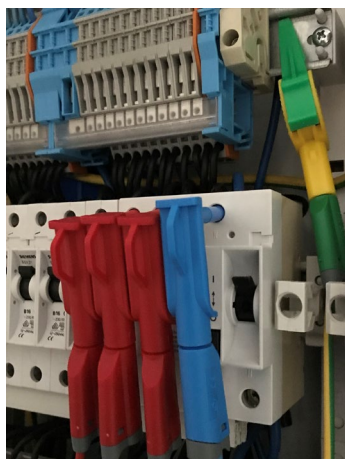

Abbildung 5: Beispielanschluss Spannungspfad
7. Anschluss der Krokodilklemme an PE Schiene und der blauen Magnetspitze an einen Neutralleiter, z.B. die Schrauben eines Sicherungsautomaten (Abb. 5)
8. Anschluss der Magnetspitzen an den Spannungspfad, z.B. die Schrauben eines Sicherungsautomaten (Abb. 5). **Achten Sie darauf, dass die jeweilige Spule bzw. der jeweilige Klappwandler zur Phase des Spannungspfad passt (Spule bzw. der Klappwandler L1 zu Phase L1 usw.)**